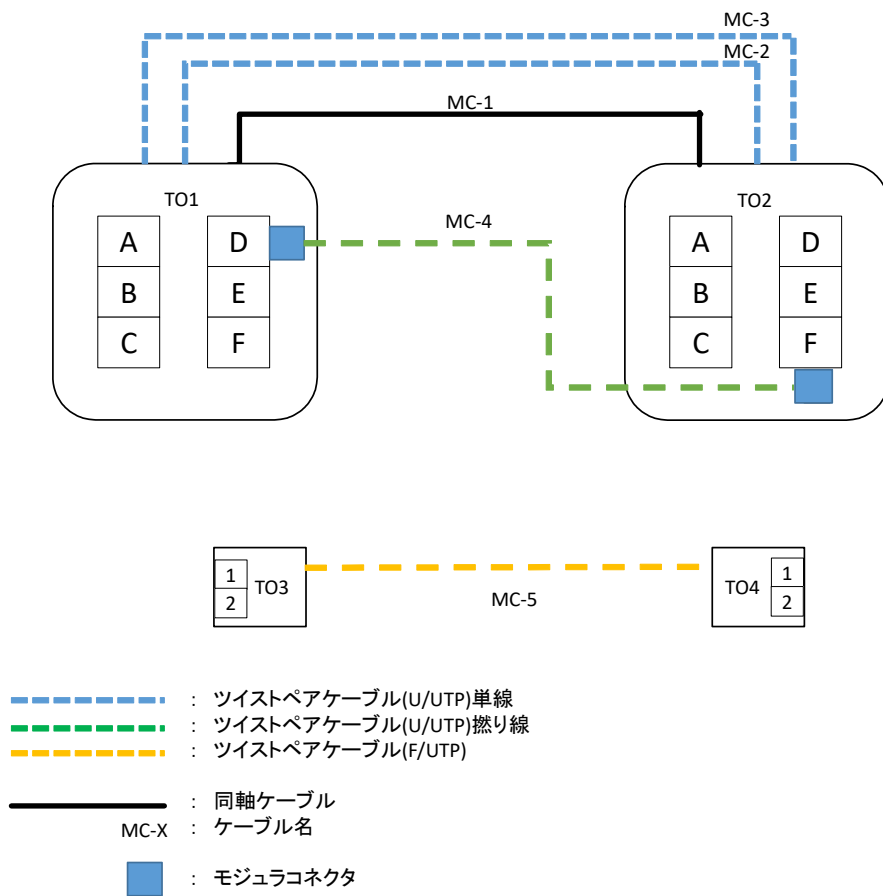

図3 配置図 (例)
- ・ 全てのケーブルの両端、情報コンセント及び露出型通信アウトレットに識別ラベルを取り付ける。識別ラベルは、図 3 に記載の記号とすること。